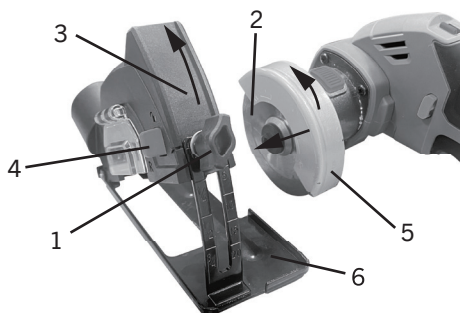

FIG. 3
2. Une fois le disque de coupe (2) correctement installé, tournez le capot de protection (5) vers l'avant jusqu'à la butée.
3. Desserrez le bouton de réglage de la profondeur de coupe (1) et abaissez le sabot (6) jusqu'à sa position la plus basse (Fig. 3).
4. Manoeuvrez la protection et le disque de coupe (2) dans l'ensemble du cache-poussière (3) et faites pivoter l'outil pour le verrouiller en place. L'avant du capot reposera contre la butée à l'intérieur de l'ensemble, et l'arrière du capot s'enclenchera dans le commutateur à dégageur rapide de l'ensemble du capot anti-poussière. (4) (Fig. 3).
2. Desserrez le bouton de réglage de la profondeur de coupe (1) et abaissez le sabot (6) jusqu'à sa position la plus basse (Fig. 3).
3. Poussez le bouton de déverrouillage rapide du cache anti-poussière en position « déverrouillée » et faites pivoter l'outil pour le retirer du cache anti-poussière (3) (Fig. 3).